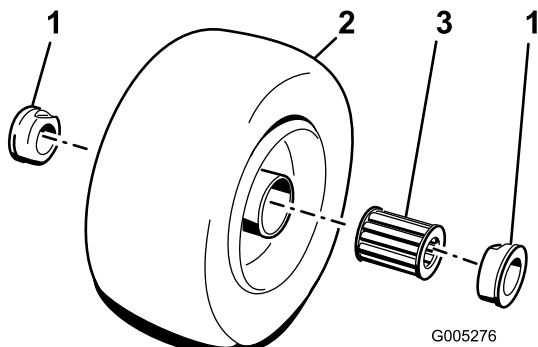

Figura 19
2. Togliere uno dei cuscinetti esterni dal mozzo della ruota e lasciare cadere il cuscinetto interno (Figura 19). Togliere il cuscinetto dalla parte opposta del mozzo della ruota.